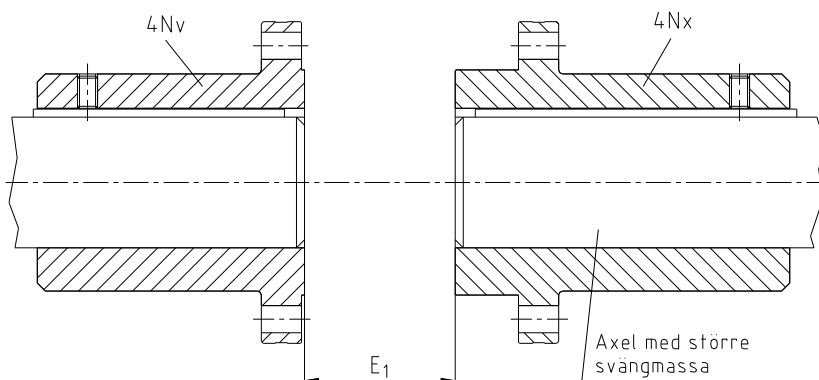

Bild 4: Montering av kopplingsflänsarna
- Kopplingsflänsarnas (komponent 4Nv och 4Nx) insidor måste ligga i plan med axlarnas fronttytor (se bild 4).
- Förskjut aggregaten axiellt tills E₁-mättet uppnås (se bild 4).